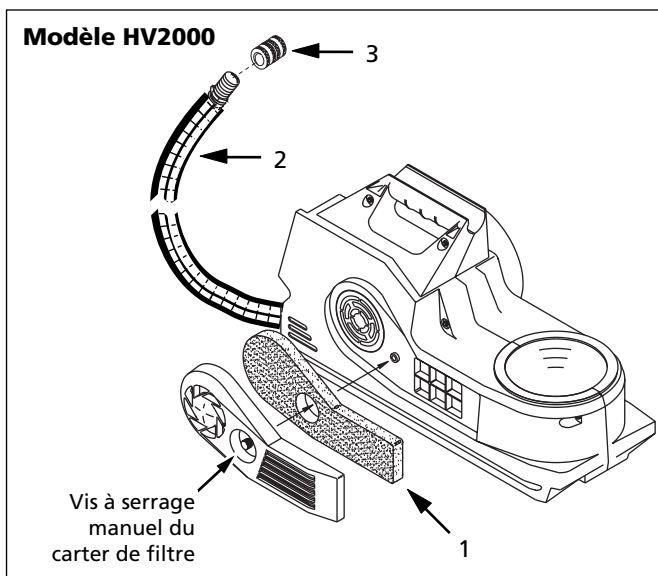

Figure 3
1. Enlever la vis à oreilles du grillage de filtre avec un tournevis (Voir la Figure 3).